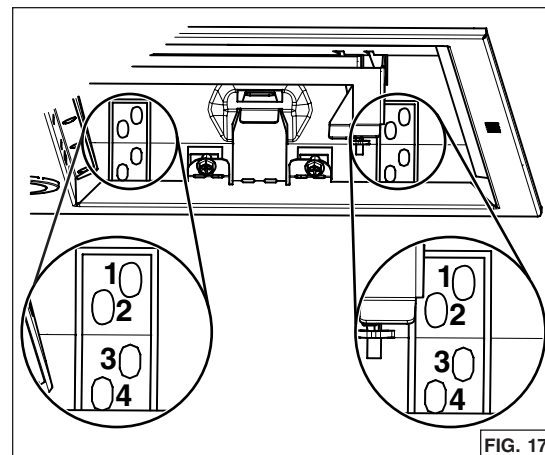

FIG. 17
- Levantar la campana hasta que su borde quede en la base del gabinete. Sujetar la campana al gabinete usando 4 tornillos para madera n° 8 x 5/8 pulg. incluidos en la bolsa de piezas (2 tornillos a cada lado). Usar los orificios superiores o inferiores (1, 2, 3 o 4) (FIG. 17).